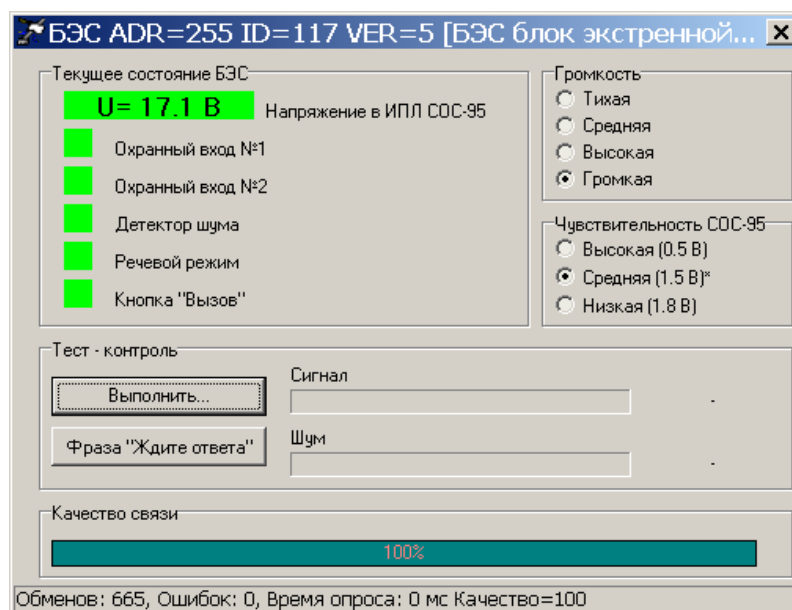

Рисунок 18
5) Выбрать в таблице БЭС с требуемым адресом (кнопка «Тест»). В открывшемся окне выбрать вкладку «Порог» и установить значение чувствительности приема интерфейса ИПЛ (рисунок 18). Чувствительность зависит от расстояния до БКД-М: если линия длинная, то устанавливают высокую чувствительность, если короткая — то низкую.
8) Установить требуемую громкость воспроизведения речи БЭС. Выбрать в таблице БЭС с требуемым адресом (кнопка «Тест»). В открывшемся окне установить значение громкости (рисунок 18).
2) В открывшемся окне проверить следующие параметры БЭС (рисунок 18):
Открыть дверцу (крышку) корпуса переговорного устройства, где установлен БЭС и проверить поступление сигнала красного цвета «Охранный вход 1» в сервисной программе RASOS (рисунок 18). Закрыть дверцу (крышку) корпуса и проверить поступление сигнала зеленого цвета.
Вызвать срабатывание датчика удара, подключенного к БЭС и проверить поступление сигнала красного цвета «Охранный вход 2» в сервисной программе RASOS (рисунок 18). Проверить возвращение датчика удара в исходное состояние и поступление сигнала зеленого цвета.
Вызвать срабатывание датчика акустического шума, например хлопком руками, и проверить поступление сигнала красного цвета «Детектор шума» в сервисной программе RASOS (рисунок 18). Проверить возвращение датчика в исходное состояние и поступление сигнала зеленого цвета.